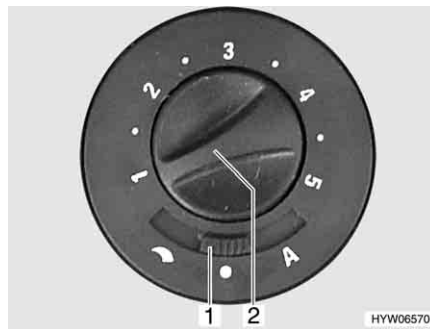

Fig. 127 Conmutador de mando para ventilador de circulación de aire
- Ajustar el conmutador deslizante (Fig. 127,1) en "☰" (regulación manual) o "A" (modo automático).
- Ajustar (regulación manual) o limitar (modo automático) la potencia deseada del ventilador de circulación de aire con el botón giratorio (Fig. 127,2).
- Ajustar el conmutador deslizante (Fig. 127,1) en "●" (Off).